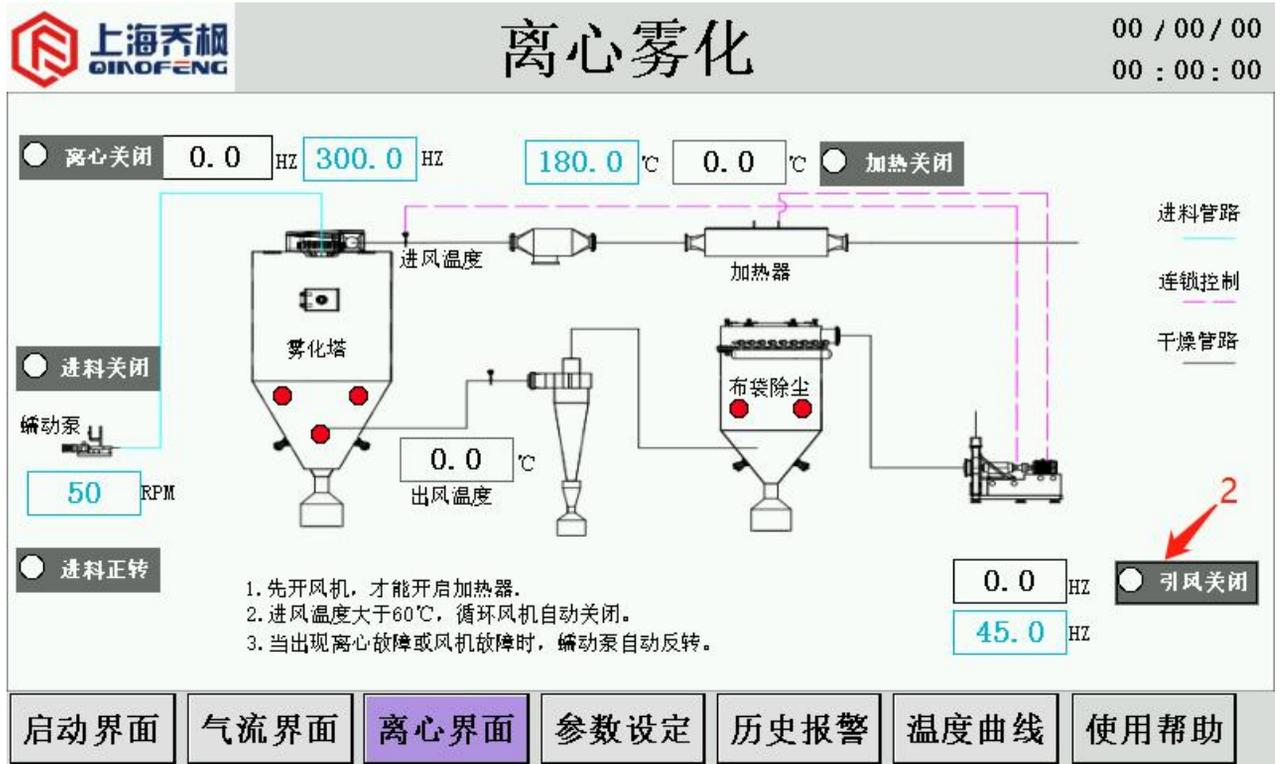

图 7
(3) 点击“引风机按钮”2，停止风机。显示状态如图 7 所示。